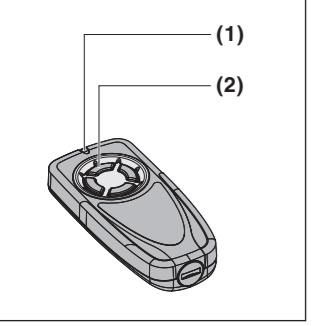
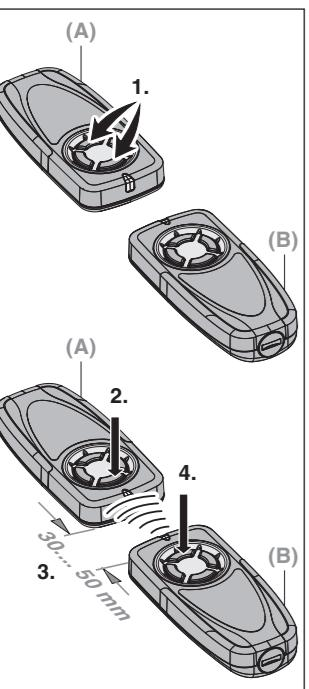

Fig. 1
Fig. 3
**2 Device description (fig. 1)**
**4.2 Using the hand transmitter (fig. 1)**
- Press button (2) on the hand transmitter. The function assigned to the button (e.g. open/close door) will be carried out.
**2 Beskrivning av enheten (fig. 1)**
**4.2 Använda fjärrkontrollen (fig. 1)**
- Tryck på knappen (2) på fjärrkontrollen. Funktionen som är kopplad till knappen utförs (t.ex. öppna/stänga porten).
**4.3 Kopiera en knappfunktion (fig. 3)**
**2 Beskrivelse af apparatet (fig. 1)**
- Tryk på knappen (2) på håndsenderen. Funktionen, der er forbundet med knappen (fx OP/NED), udføres.
**4.3 Kopiering af en knappfunktion (fig. 3)**